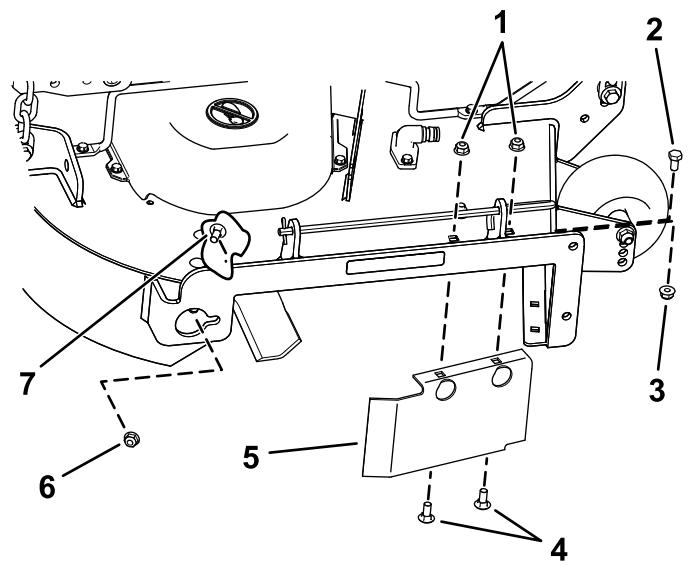

Рисунок 18
8. Отверните каретный болт (5/16 x ¾ дюйма) и контргайку (5/16 дюйма) на задней стенке деки газонокосилки, которые крепят дефлектор к деке (Рисунок 18).
9. Найдите ограждение дефлектора на передней кромке отверстия бокового выброса (Рисунок 18).
10. Снимите детали крепления ограждения дефлектора и правого дефлектора к деке газонокосилки (Рисунок 18).
13. Используйте ранее снятые крепежные детали, установив их в передние отверстия пластины выброса и переднее отверстие деки (Рисунок 18).